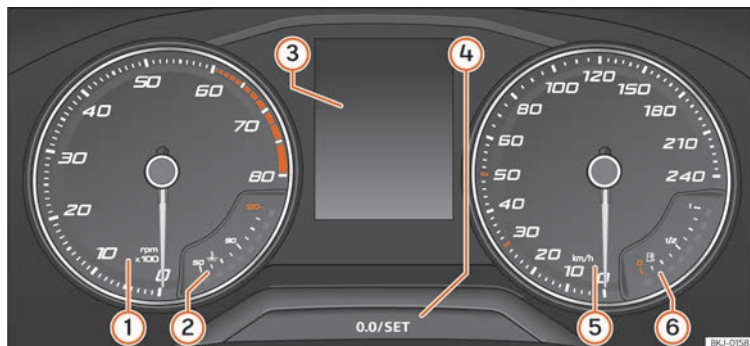

Fig. 117 Cuadro de instrumentos en el tablero de instrumentos.
»» fig. 117:
- Pulse brevemente el botón **[0.0/SET]** »» **fig. 117**  para restablecer el cuentakilómetros parcial a 0.